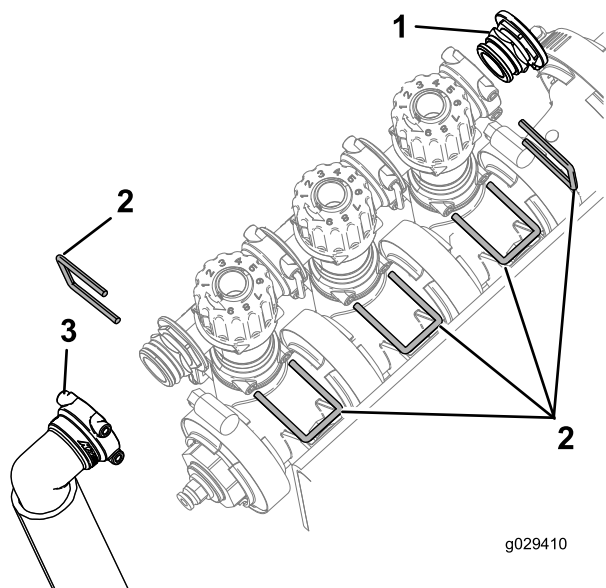

Figure 10
3. Déposez les étriers de fixation du bloc de vannes de dérivation de la rampe, le bouchon d'extrémité et l'ensemble raccord et flexible, comme montré à la Figure 10.